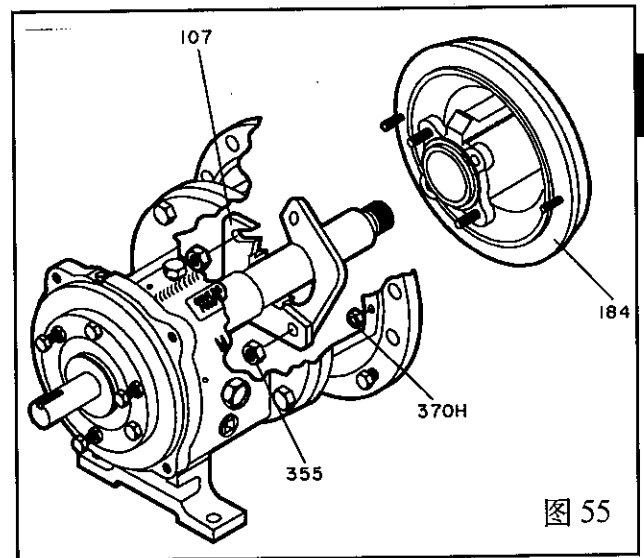

图 55
1. 拧下填料压盖螺母 (355) 并拆下填料压盖 (107)。
3. 拆卸填料函 (184) (图 55)。